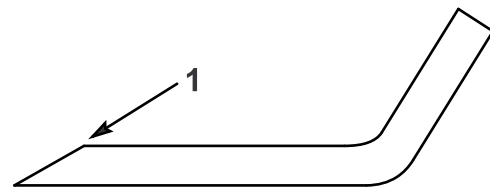

Figura 39
1. Affilate i taglienti da entrambe le estremità di ogni lama con una lima (Figura 39). Rispettate l'angolazione originale. La lama rimane bilanciata soltanto se rimuovete una quantità uguale di materiale da entrambi i taglienti.